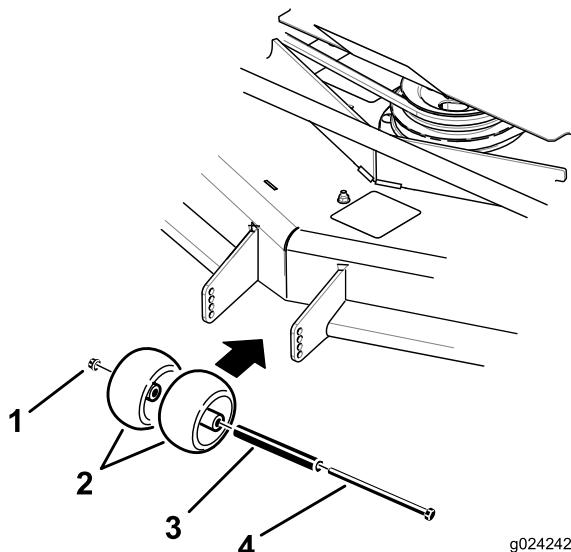
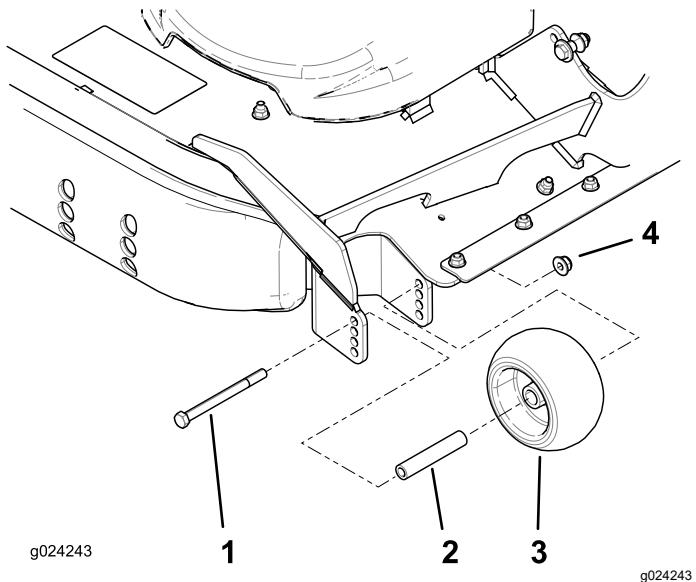

Figure 34
Figure 35
- Réglez les galets anti-scalp comme montré à la Figure 34 et la Figure 35.